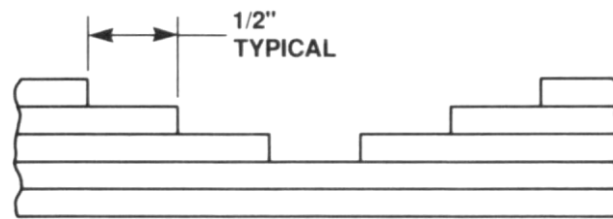

Figura 2.18: Cortado de piel en escalones
d) Cortado de la piel en escalones y biselado. El corte escalonado consiste en cortar y lijar las capas de la piel en forma escalonada tal como muestra la Figura 2.18.